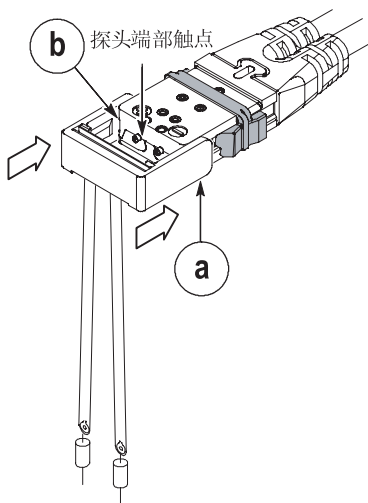

图 5：安装 Tip-Clip 组件
- a. 抓住 Tip-Clip 组件的两侧，并将其向探头端部的后方推。正确放置后，您会感觉到 Tip-Clip 组件“咔哒”一声越过探头端部的一个突出位置。请参阅图 5。